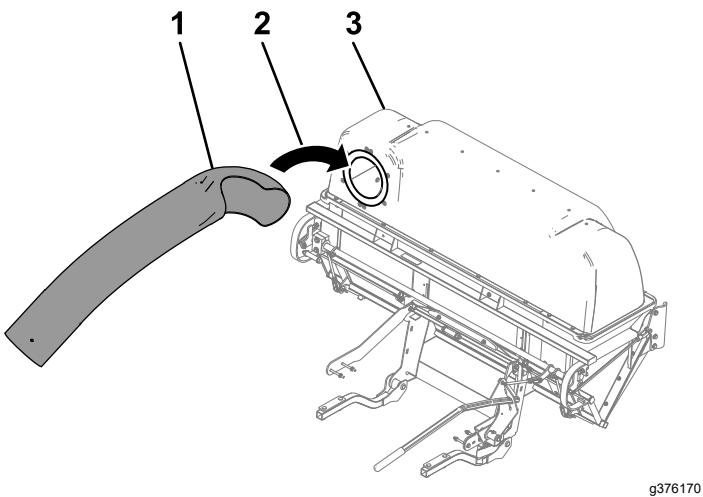

Figura 38
- Instale el tubo superior en el hueco del ensacador y vuelva a retirarlo de manera que sobresalga el sello de goma (Figura 38).